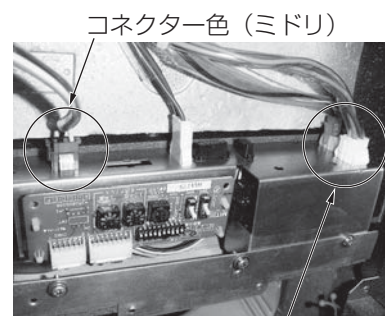

図23 コネクター色 (シロ)
(4) 自動昇降パネルのベーンモーターリード線を本体制御ボックスの同色コネクターに確実に差込んでください。（図23）